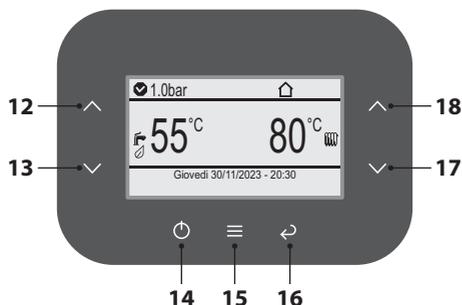

Figura 8.1
- Premere il tasto 15 (Figura 8.1) per portarsi al menu principale (Figura 8.2).
- Premere il tasto 15 (Figura 8.1) per accedere al menu selezionato (Figura 8.4).
- Premere i tasti 12 o 13 (Figura 8.1) per selezionare il menu desiderato tra quelli disponibili (Figura 8.5).
- Premere nuovamente il tasto 15 (Figura 8.1) per evidenziare il valore da modificare.
- Premere il tasto 15 (Figura 8.1) per confermare la modifica o il tasto 16 per uscire senza modificare il valore (ritorno al livello precedente).